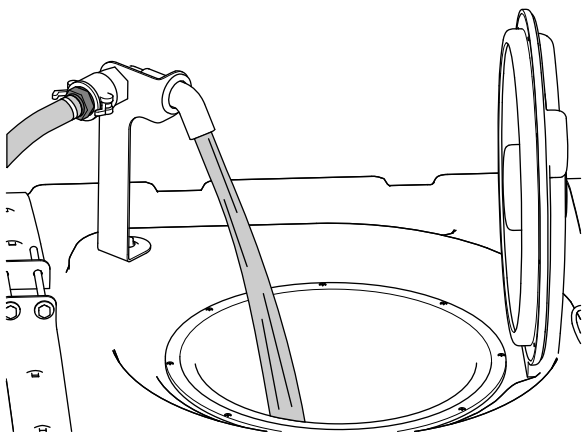

Figure 71
5. Ajoutez les 3/4 de l'eau nécessaire dans la cuve (Figure 71).